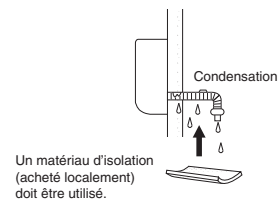

Fig. 3-106
- c) Si le tuyau de vidange passe dans la salle, l'isoler avec un isolant* de manière que la coulée de condensation ne risque pas d'endommager les meubles ou les planchers. (Fig. 3-106)